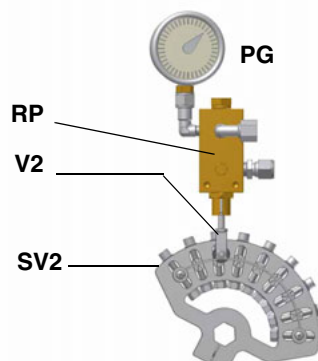

Рис. 20
- 10 для получения максимального расхода дизельного топлива регулировать давление (считывая значения на манометре PG), не изменяя при этом, уже отрегулированный, во время настройки работы на газе, расход воздуха (см. предыдущий параграф): все время проверяя параметры продуктов сгорания, воздействовать на винт варьируемого сектора, соответствующий жидкому топливу **SV2** (см. Рис. 20), но по достижении положения большого пламени.